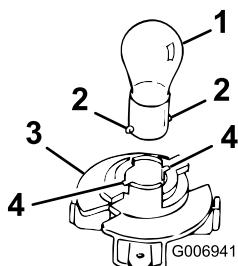

Figura 33
4. Empuje y gire la lámpara en el sentido contrario a las agujas del reloj hasta que haga tope (aprox. 1/4 de giro) y retírela del portalámparas (Figura 33).